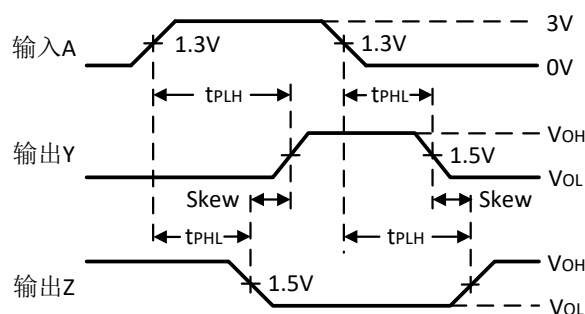

图 2. 传输延时时间和输出斜交时间
4. 测试传输延时时间和输出斜交时间，需要断开 S1 和 S2，对应的测试波形如图 2。